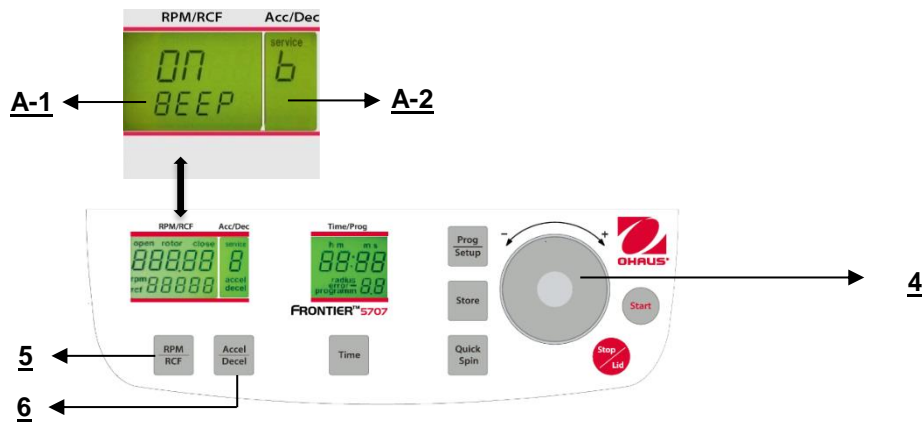

Figura. 32
Procedere come descritto al punto 4.1.2 per inserire questa modalità programma e poi premere il tasto "Accel/Decel" (6). Sul display "Acc/Dec" (A-2) lampeggia la parola "Service". Selezionare adesso la lettera "B" con la quadrante di regolazione (4). Di conseguenza, sul display "RPM/RCF" (A-1), appare la parola "ON/BEEP". Dopo aver premuto il tasto "RPM/RCF" (5), è possibile selezionare il suono tastiera con la quadrante di regolazione(4). (Vedere figura 32)